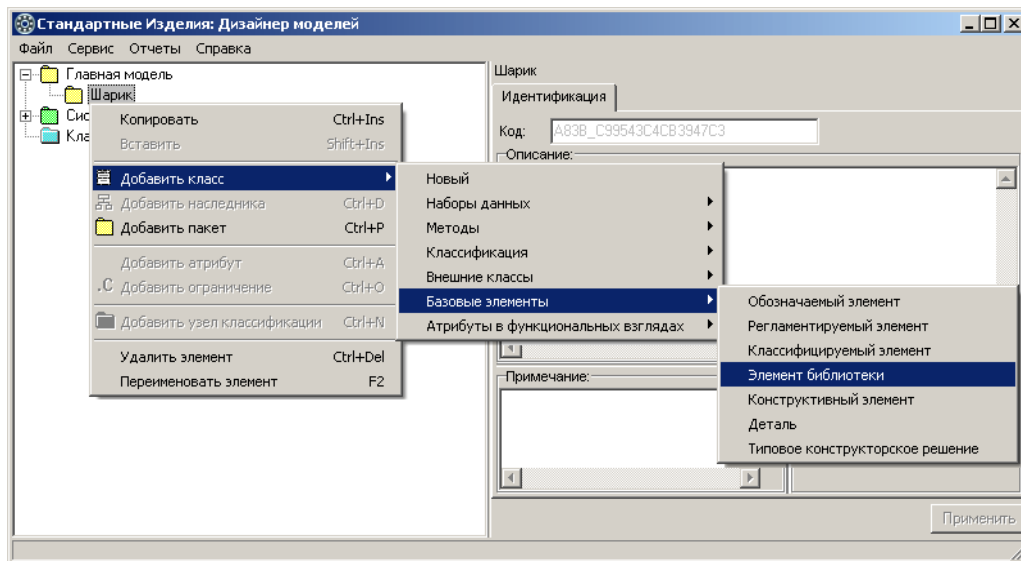

Рис. 3.5.
1. Укажите пакет *Шарик* и вызовите из контекстного меню команду **Добавить класс – Базовые элементы – Элемент библиотеки** (рис. 3.5).